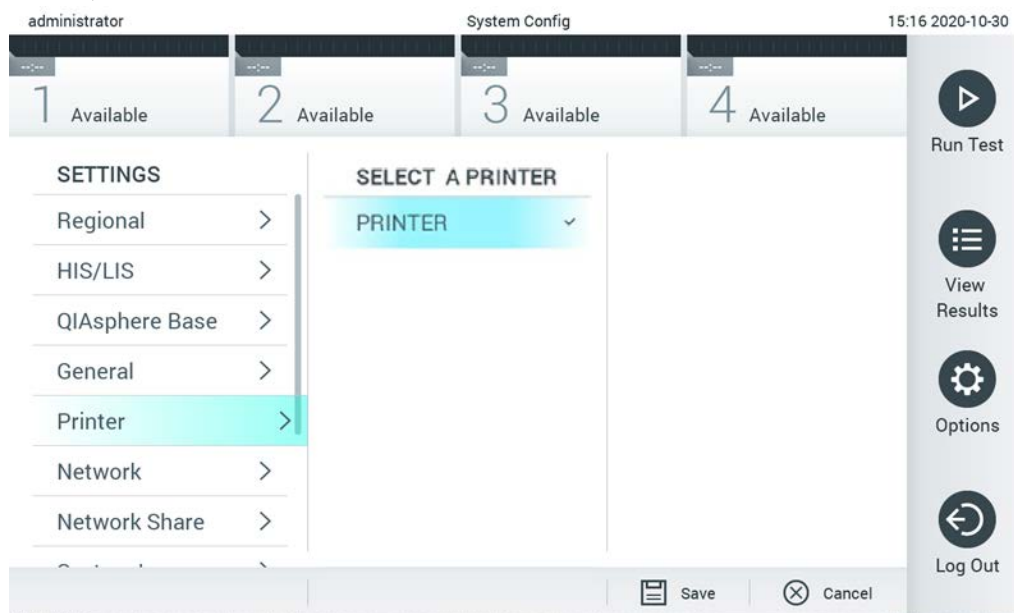

Figura 67. Selectarea unei imprimante a sistemului.
3. Selectați o imprimantă din lista de imprimante disponibile (Figura 67).